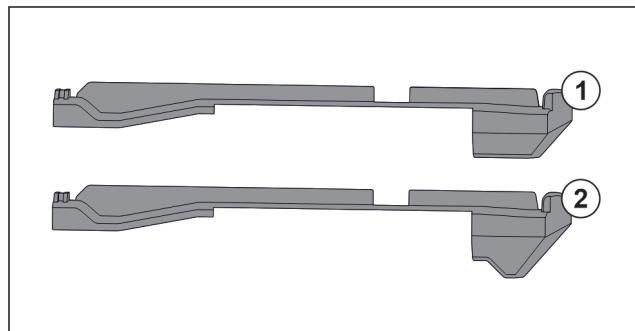

Fig. 31 Сравнение вставных частей
В устройстве находятся две разные вставные части. Вставная часть над самым нижним выдвижным ящиком Fig. 31 (2) имеет треугольную кромку. Все прочие вставные части Fig. 31 (1) имеют прямую кромку.
- Установите вставную часть Fig. 31 (2) с треугольной кромкой над самым нижним выдвижным ящиком.
- Установите вставную часть Fig. 31 (1) с прямой кромкой на все прочие места.